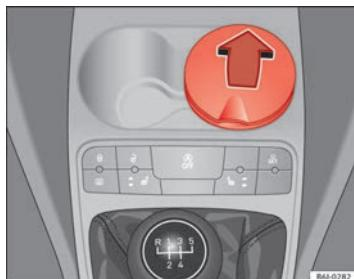

Fig. 85 Cenicero delantero
- Para abrir el cenicero, levante la tapa ⇒ fig. 85.